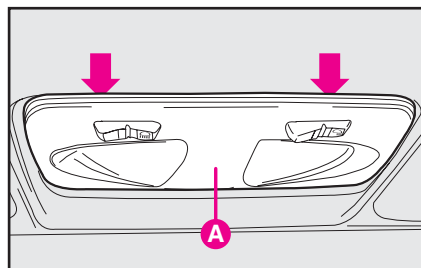

рис. 37
1) Надавив отверткой в точке, указанной стрелкой на **рис. 37**, извлеките плафон **A**.